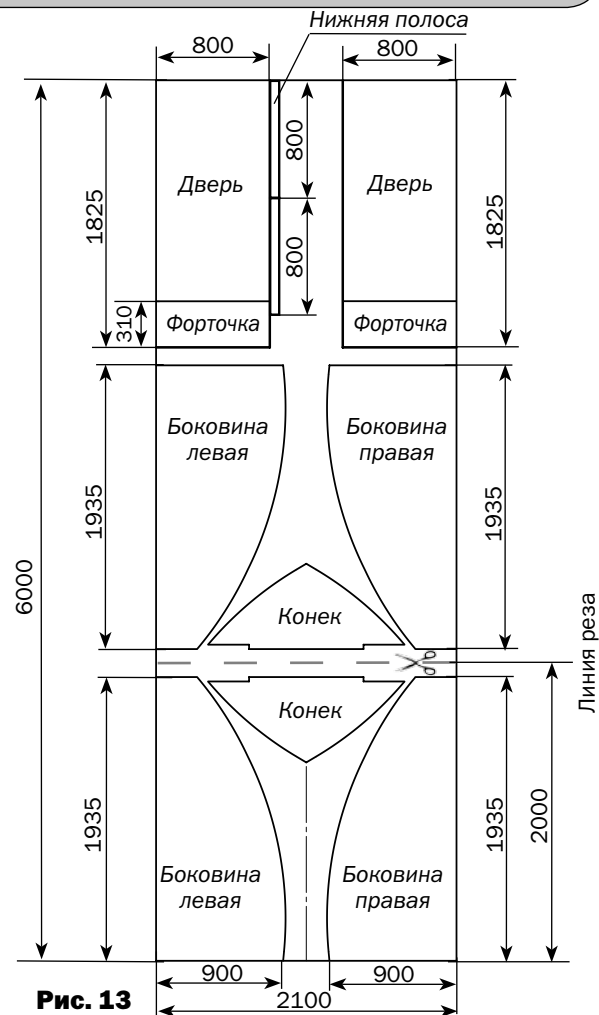

Рис. 13
РАСКРОЙ ЛИСТА ПОЛИКАРБОНАТА ВЫПОЛНЯЙТЕ СТРОГО В СООТВЕТСТВИИ С РИС. 13 И РИС. 14
1. Раскроите лист покрытия для торцов. Для этого отрежьте от листа поликарбоната кусок 2 метра длиной (см. линии реза на **рис.13**). Чтобы сделать шаблон покрытия, приложите вырезанный кусок к собранному торцу теплицы и, не снимая защитной пленки с поликарбоната, нанесите разметку шаблона на листе покрытия по деталям **4в** и **4н** с припуском (**рис.14**). При разметке край листа строго совмещается по кромке деталей **7** и **8**, а верхняя кромка выше на 30 мм нижнего края детали **5**. Вырежьте шаблон. Разметьте оставшуюся часть листа, используя вырезанный шаблон, в соответствии со схемой раскроя (**рис.13**).